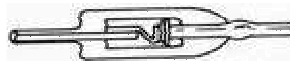

Figura 4.4. Diodo Schottky
*Un inconveniente de este tipo de diodos se refiere a la poca intensidad que es capaz de soportar entre sus extremos. El encapsulado de estos diodos es en forma de cilindro, de plástico o de vidrio, de configuración axial. Sobre el cuerpo se marca el cátodo, mediante un anillo serigrafiado. Figura 4.4.*